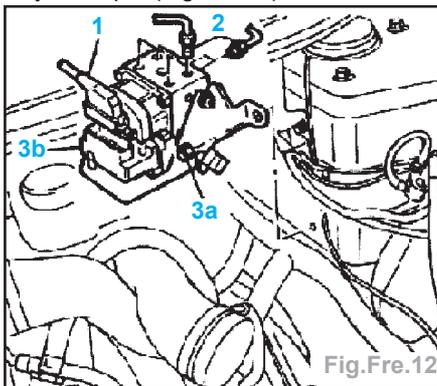

Fig.Fre.12
- Débrancher le connecteur (1) du bloc hydraulique (Fig.Fre.12).